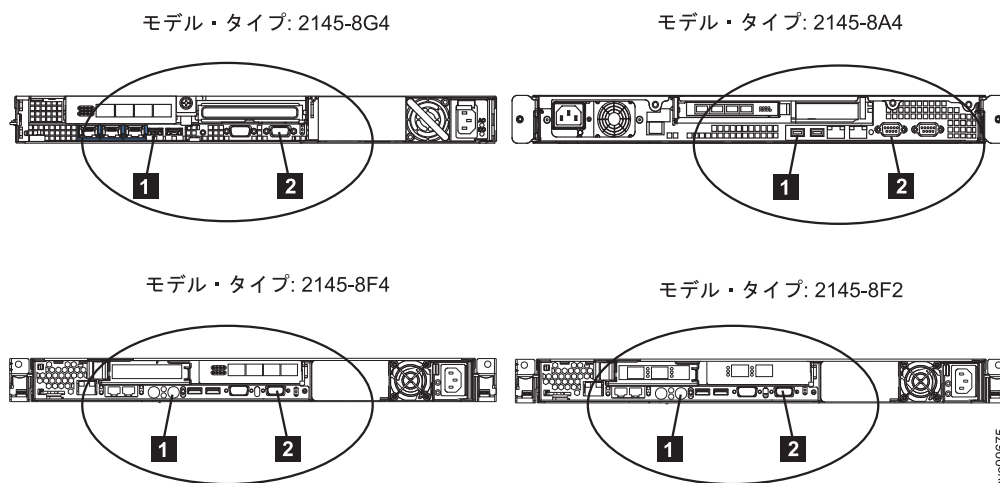
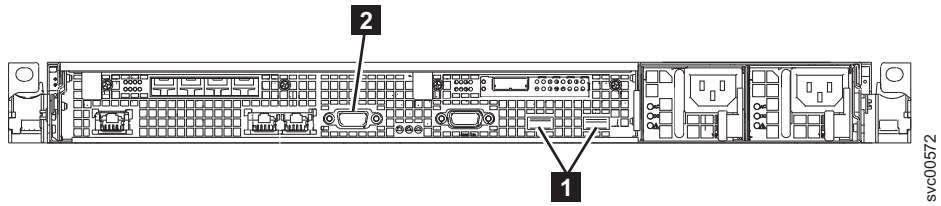
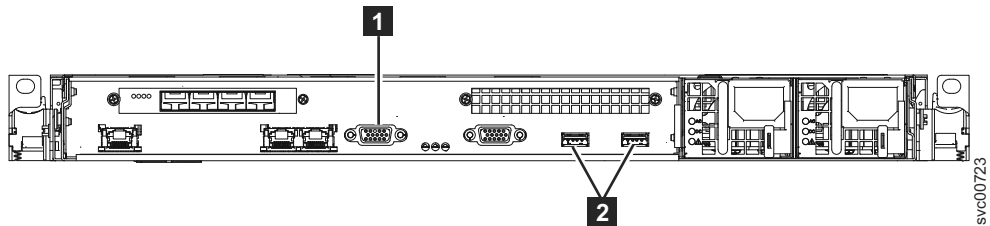

図 105. SAN ボリューム・コントローラー モデル 2145-8G4、2145-8A4、2145-8F4、および 2145-8F2 上のキーボードおよびモニター・ポート
図 106. SAN ボリューム・コントローラ 2145-CF8 上のキーボードとモニター・ポート
図 107. SAN ボリューム・コントローラ 2145-CG8 上のキーボードとモニター・ポート
- b. キーボード **1** とディスプレイ **2** を接続します。図 105 は、キーボード・ポートとモニター・ポートの位置を示しています。356 ページの図 106 は、2145-CF8 のキーボード・ポートとモニター・ポートの位置を示しています。356 ページの図 107 は、2145-CG8 のキーボード・ポートとモニター・ポートの位置を示しています。